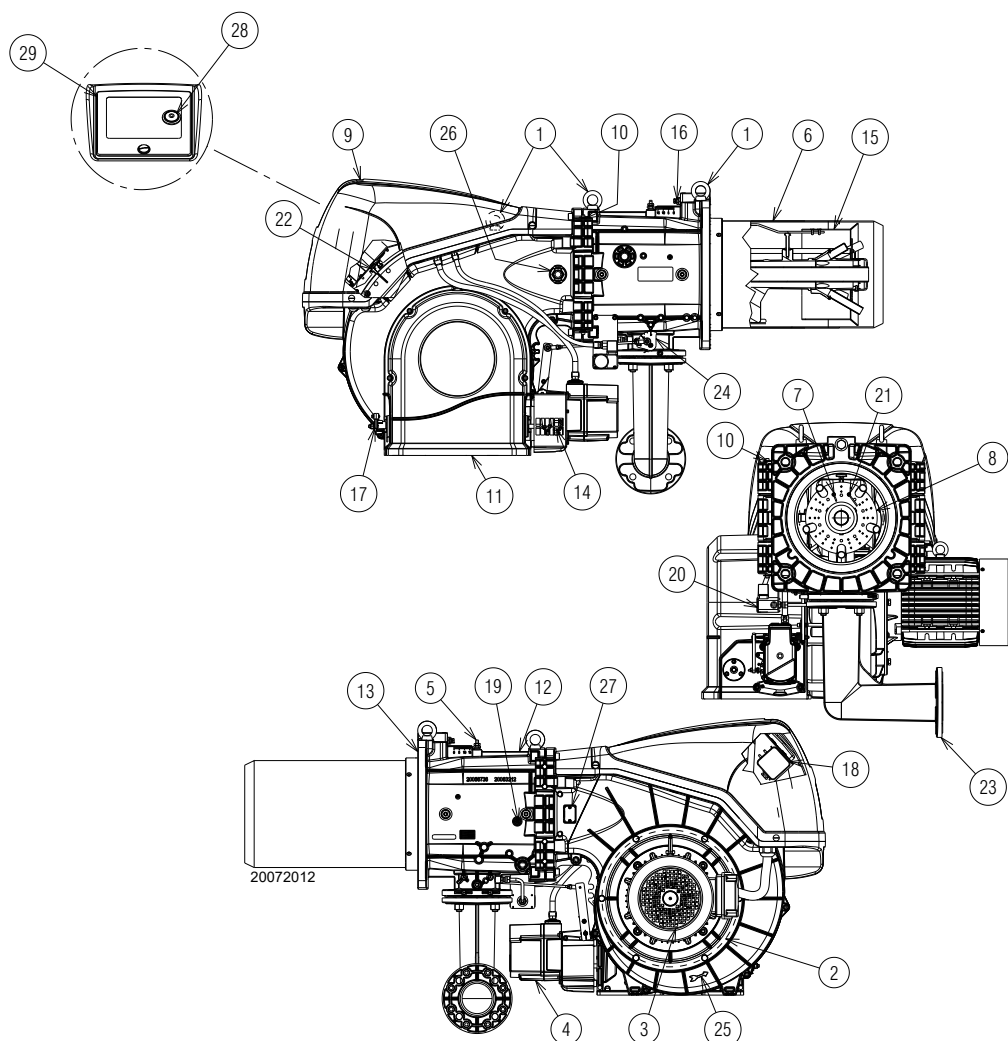

Fig. 5
- (1) Conditions de référence: Température ambiante 20 °C - Température du gaz 15 °C - Pression barométrique 1013 mbar - Altitude 0 m au-dessus du niveau de la mer.
- (2) Pression à la prise 5)(Fig. 5) avec pression zéro dans la chambre de combustion et à la puissance maximale du brûleur.
- (3) Pression sonore mesurée dans le laboratoire de combustion du constructeur, avec le brûleur fonctionnant sur la chaudière d'essai, à la puissance maximale. La puissance sonore est mesurée grâce à la méthode en « champ libre », prévue par la norme EN 15036, et conformément à la précision de mesure « Précision : Catégorie 3 », comme décrit par norme EN ISO 3746